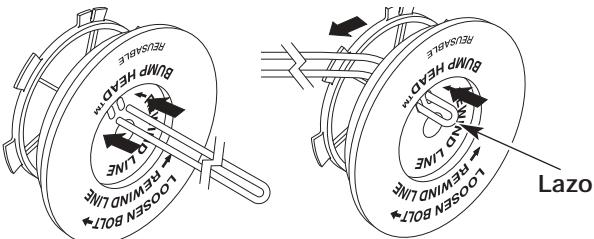

Fig. 31
- Tome aproximadamente 6 m (20 pies) de nueva línea de corte, enlácela en dos longitudes iguales. Inserte cada extremo de la línea a través de uno de los dos orificios del carrete interior (Fig. 31). Pase la línea a través del carrete interior de modo que el lazo sea lo más pequeño posible.